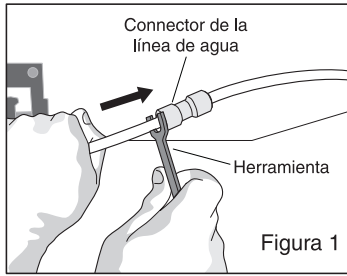

Figura 1
Consulte la Figura 1 como sea necesario. No es necesario cerrar el suministro de agua para cambiar el filtro.
2. Retenga el retenedor del filtro firmemente, y desatornillelo a la izquierda (Figura 1). (Un poco de agua podría escapar mientras se quita el retenedor. Esto es normal.) El cartucho del filtro debe bajar con copa. Si no se desase, tírelo suavemente mientras se tuerce de aquí para allá.
4. El retenedor circular (figura 1) que sella el sistema del filtro sienta en la ranura dentro de la copa. En caso de que el retenedor circular se caiga en el cambio del filtro de cartucho, simplemente vuélvalo a colocar en la ranura antes de atornillar la copa de nuevo en su sitio. Si se daña el retenedor circular, encontrará uno nuevo en el juego de reposición del filtro.
2. Para desconectar la línea de agua, sujete el tubo firmemente con la mano izquierda y utilice la herramienta (ubicada en la bolsa debajo de la rejilla de la base) para empujar el collarín gris hacia adentro y liberar el conector de agua (Figura 1).